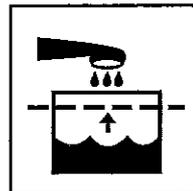

Fig. 25
- Tank fill indicator (Fig. 25)